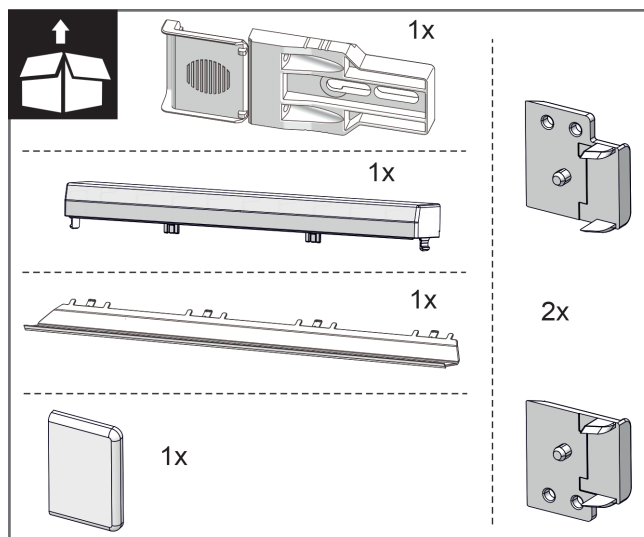
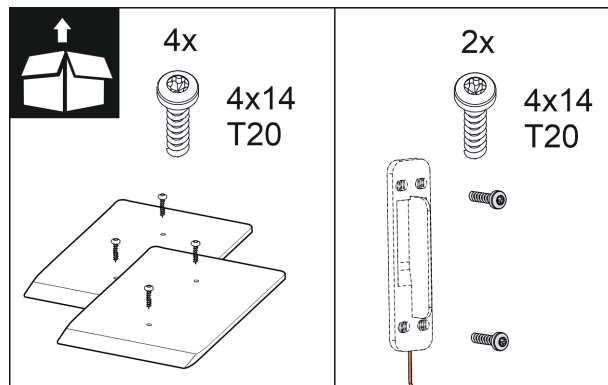

Fig. 10
Fig. 16
2. Kontrolloni pjesët e montimit në paketim. *Fig. 10 ()* deri në *Fig. 16 ()*
Pjesët e montimit në paketim *Fig. 10 ()* deri në *Fig. 16 ()*